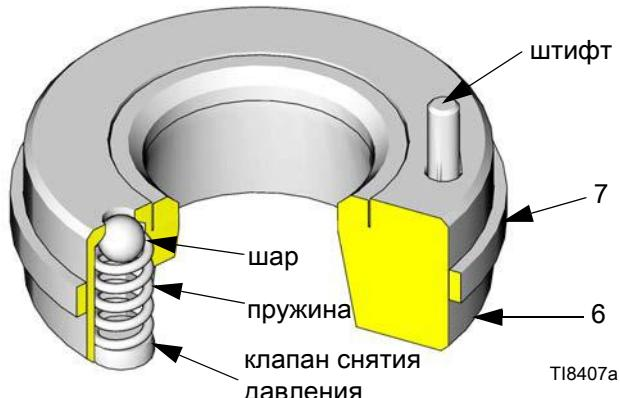

Рис. 3. Впускное седло с клапаном снятия давления
13. Удалите трубы (3) и цилиндр (1). Вытолкните поршневой блок из цилиндра. Осмотрите поверхность поршневого штока (17) и внутренние поверхности цилиндра и трубок. Если какие-либо из этих деталей повреждены или имеют царапины, замените их.
14. Извлеките впускной коллектор (18) из зажимного приспособления.
15. Извлеките четыре болта малых размеров (9) и шайбы (8) из выпускного коллектора (18).
ПРИМЕЧАНИЕ. Одно впускное седло (6) оснащено клапаном снятия давления. См. Рис. 3. Это седло должно располагаться точно в указанном на рисунке месте (с левой стороны, как показано на Рис. 4). Используйте текстовую отливку на впускном корпусе в качестве направляющей.
- Снимите шарики (5), впускные седла (6 и 33) и прокладки (7).
Следите за тем, чтобы не уронить и не повредить шарики (5) или седла (6 и 33). Поврежденный шарик или седло не смогут надлежащим образом обеспечить герметизацию, что приведет к утечке в насосе. Одно седло впускного клапана (33) можно переворачивать, чтобы обеспечить более продолжительную эксплуатацию седла. Тем не менее седло впуска жидкости (6) содержит клапан снятия давления, и его нельзя переворачивать. Правильную ориентацию см. на Рис. 3.
- Осмотрите клапан снятия давления в седле (6), чтобы убедиться в отсутствии засорения. Надавите на шарик клапана, чтобы убедиться в свободном движении шарика и пружины. См. Рис. 3.